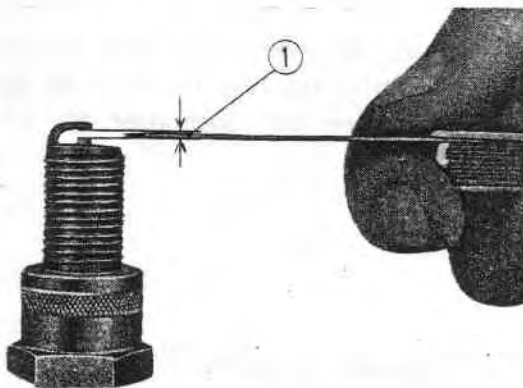

Fig. 7-12 ① Ecartement des électrodes
3. Après avoir effectué les vérifications du paragraphe 2, régler l'écartement des électrodes entre **0,6 et 0,7 mm**. Cet écartement se mesure au moyen d'un jeu de cales. Le réglage s'effectue en courbant l'électrode négative (masse). (Fig. 7-12)